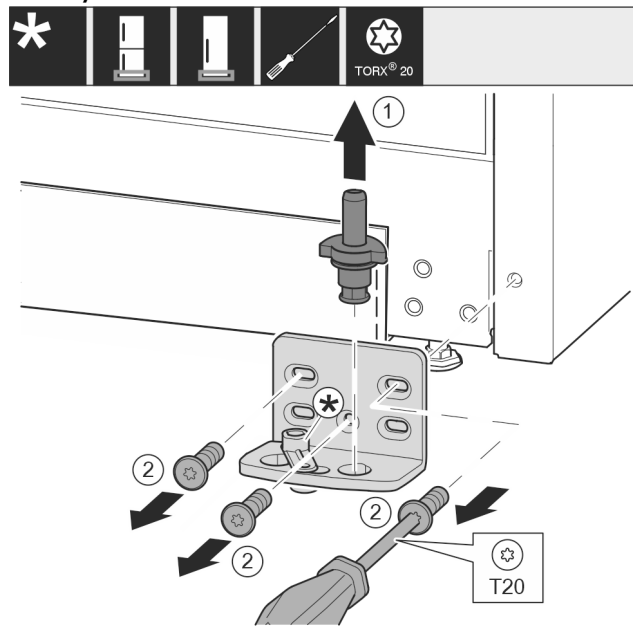

Fig. 10
- Ložiskový čap vyťahnite úplne nahor. Fig. 10 (1)
- Skrutky vyskrutkujte skrutkovačom T20 a odnímite ložiskovú konzolu. Fig. 10 (2)